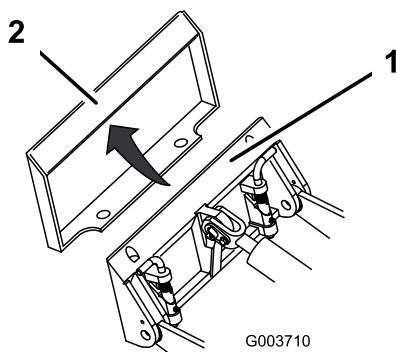

Figura 14
4. Coloque la placa de montaje debajo del reborde superior de la placa receptora del accesorio (Figura 14).